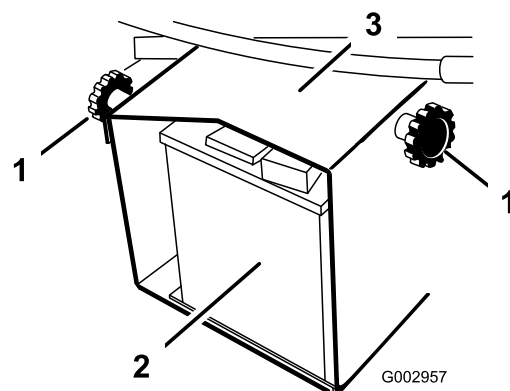

図 1
1. バッテリーカバーをバッテリーケースに固定しているハンドノブ (2個) をゆるめて取り外す (図 1)。